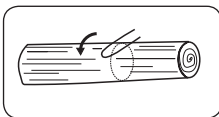

Рис. 13A
1. В случае, когда ствол опирается по всей своей длине: вводите пилу сверху вниз и одновременно с этим следите, чтобы цепь не врезалась в землю (Рис. 13A).